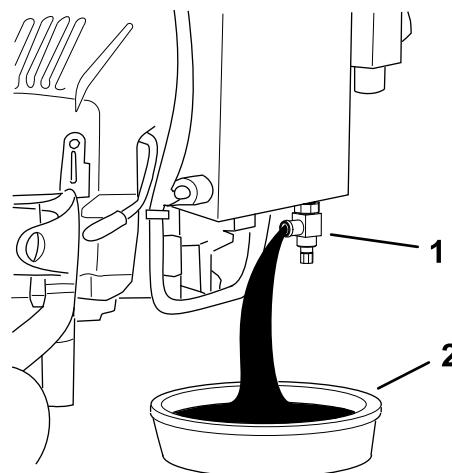

Figura 47
- Coloque un recipiente de vaciado debajo de la válvula de vaciado (Figura 47).